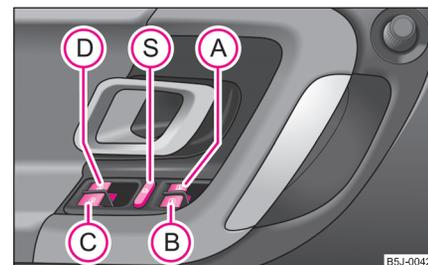

Fig. 28 Teclas en la puerta del conductor
Los conmutadores para las diferentes ventanillas se encuentran en la unidad de mando de la puerta del conductor ⇒ página 43, fig. 28, puerta del acompañante y en las puertas traseras\*.
Ud. puede poner fuera de funcionamiento los conmutadores en las puertas traseras pulsando el conmutador de seguridad  ⇒ página 43, fig. 28. Se ponen de nuevo en funcionamiento las teclas en las puertas traseras pulsando repetidamente el conmutador de seguridad .
- **Si se transporta niños en los asientos traseros, se recomienda poner fuera de funcionamiento los elevalunas eléctricos de las puertas traseras (conmutador de seguridad)  ⇒ página 43, fig. 28.**